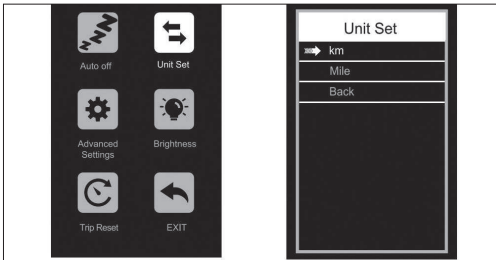

Abbildung 4-2
- Einheitensatz:** Wenn Sie diese Einstellung eingeben, können Sie die Einheit anpassen, wie in der (Abbildung 4-2) gezeigt.